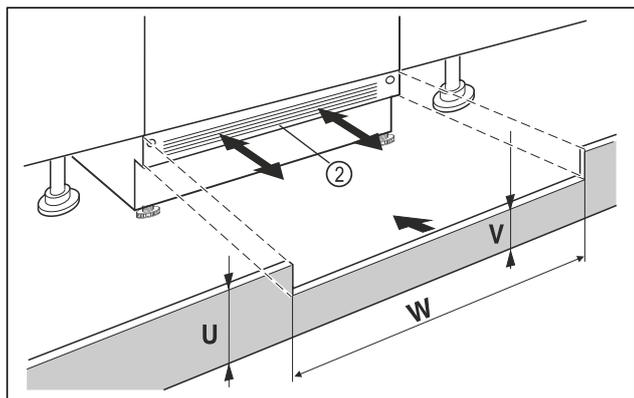

Fig. 40 Immagine a titolo di esempio
- ▶ Applicare lo zoccolo dell'apparecchio Fig. 40 (2) ma non fissarlo ancora.
- ▶ Se lo zoccolo è visibile Fig. 40 (2), tirarlo in avanti in modo tale che il bordo anteriore della griglia di ventilazione e lo zoccolo del mobile siano a filo.
- ▶ Se lo zoccolo è nascosto Fig. 40 (2) spingerlo completamente indietro.
- ▶ Verificare che le fessure di ventilazione siano completamente libere: Se necessario, tagliare lo zoccolo del mobile Fig. 40 (U)!
- ▷ Adattare, per la larghezza dell'area di incasso Fig. 40 (W), l'altezza del listello Fig. 40 (V) sotto lo zoccolo dell'apparecchio Fig. 40 (2).